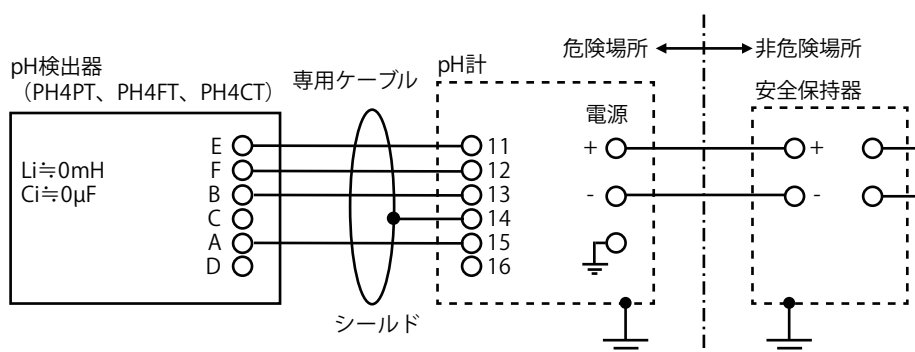

図3 システム構成図
- PH4PT、PH4FT、PH4CT は、図 3 のようにして構成して使用します。実際の配線は、4. 結線図を参照してください。